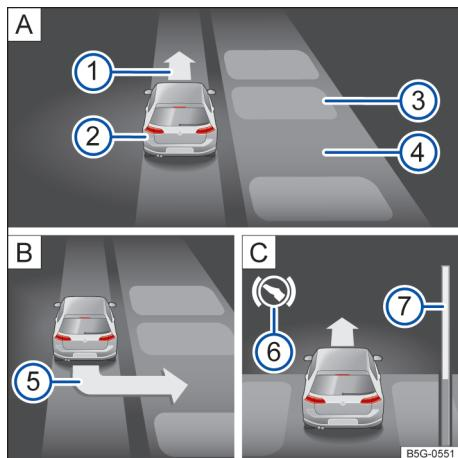

Fig. 132 No display do instrumento combinado: entrar na vaga de estacionamento transversalmente à pista.
Legenda para → Fig. 132:
- Observar a solicitação para entrar na vaga no display do instrumento combinado → Fig. 132 (5).